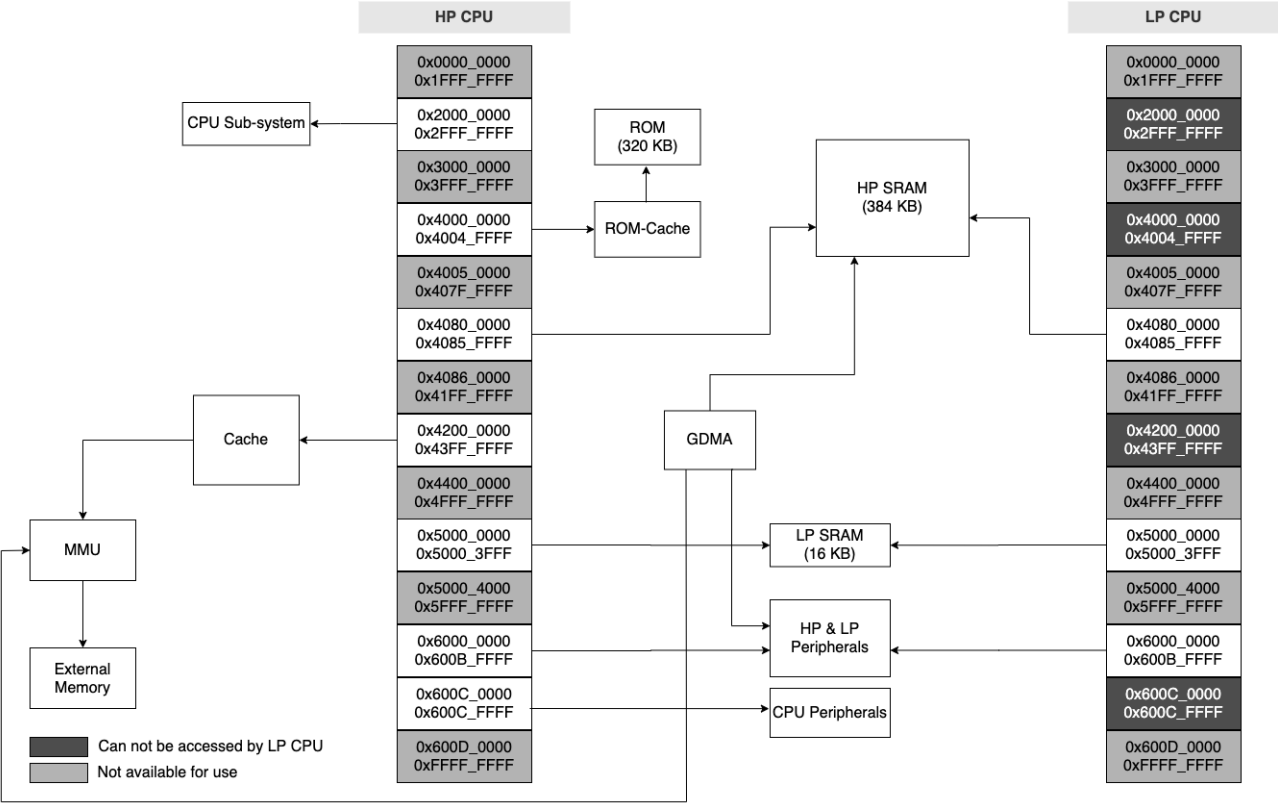

图 4.3-1. 系统结构与地址映射结构
图 4.3-1 展示了系统结构与地址映射结构。所有非保留地址均可通过指令总线 and 数据总线进行访问，即指令总线 and 数据总线访问的地址空间一样。HP CPU 和 LP CPU 的数据总线与指令总线均为小端序。所有总线均为 32 位数据宽度。HP CPU 和 LP CPU 均可以通过数据总线进行单字节、双字节、四字节的访问。
- 部分地址空间只可被 HP CPU 访问，不能被 LP CPU 访问，已在图 4.3-1 中注明。后文描述中将不再对这部分地址空间进行区分。